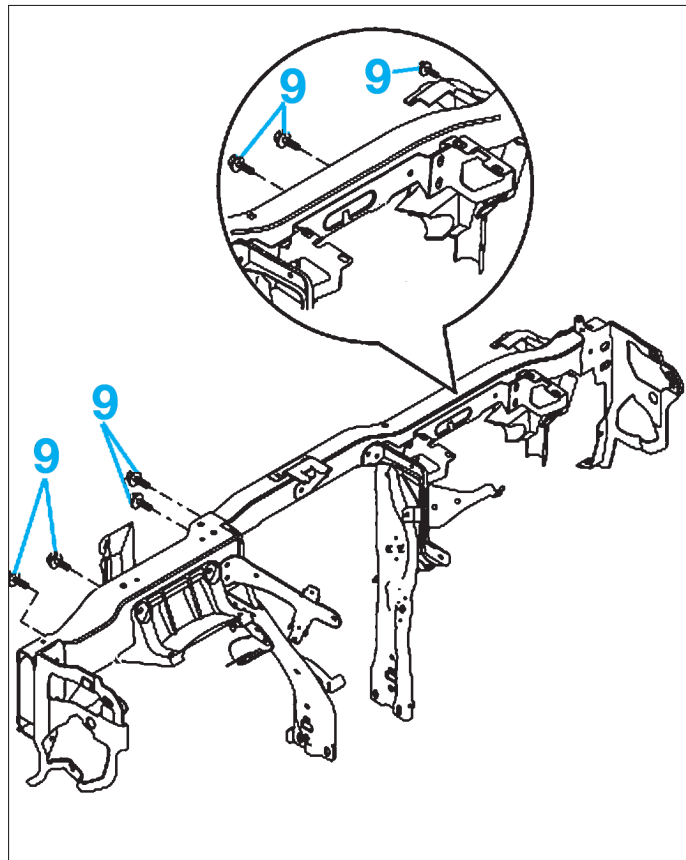

FIG. 44
- Déposer les sept vis (9) (Fig.44).